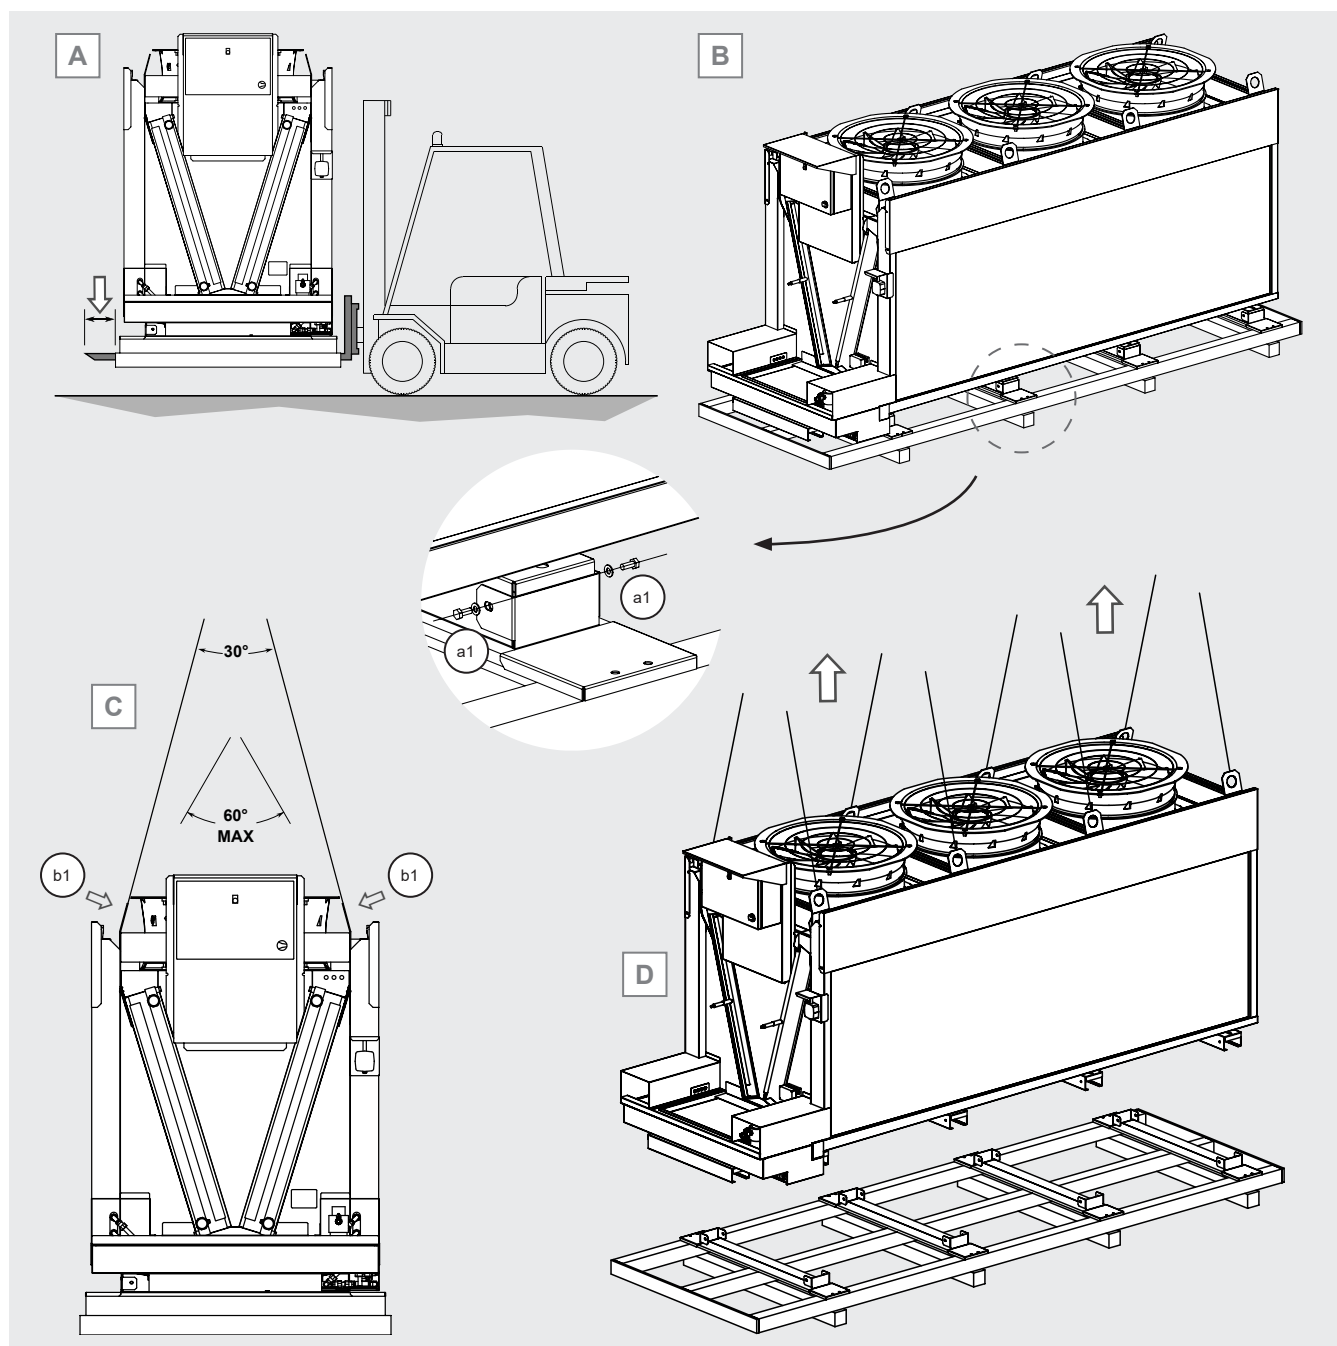

Abbildung 5
- 5.2 Für das Handling mit einem Gabelstapler müssen die Hehebügel länger sein als die Tiefe der Verpackung und/oder des Modells. Siehe Abbildung 5 A.
- 5.3.1 Schrauben Sie die Schrauben (a1) ab, mit denen die Halterungen des Modells an der Transportpalette befestigt sind, siehe Abbildung 5 B;
- 5.3.2 Befestigen Sie den Kran oder Brückenkran an den Hebepunkten (b1), siehe Abbildung 5 C;
- 5.3.3 Heben Sie das Modell an und platzieren Sie es an seinem endgültigen Standort. Verwenden Sie alle Hebepunkte. Siehe Abbildung 5 D.